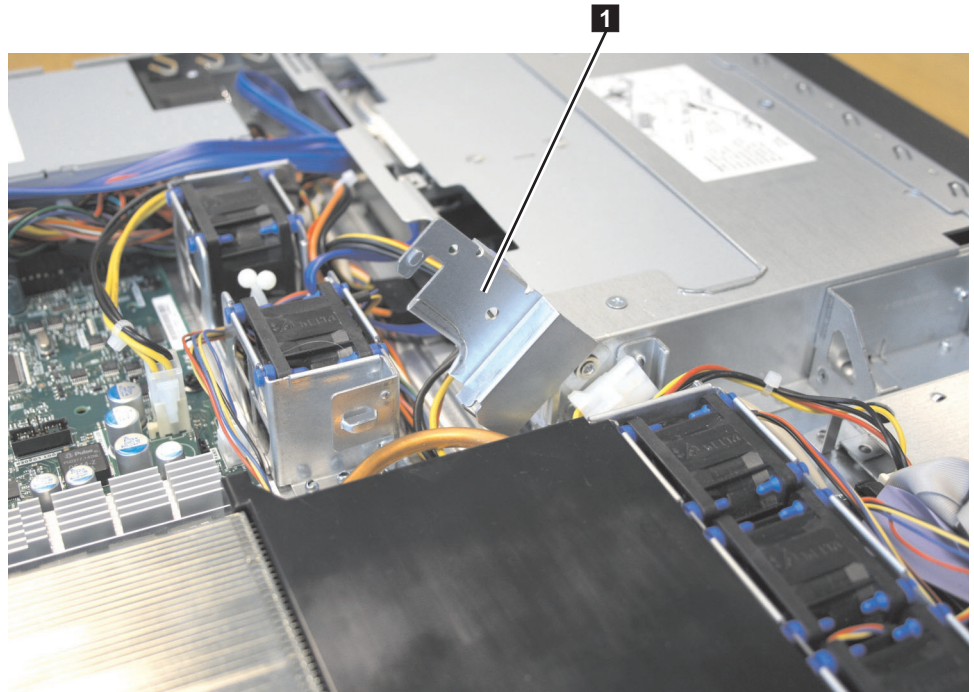

図 126. SAN ボリューム・コントローラー 2145-8A4 電源機構用のエアー・デフレクター
4. エアー・デフレクター **1** が、図 126 に示すように開位置にあることを確認します。